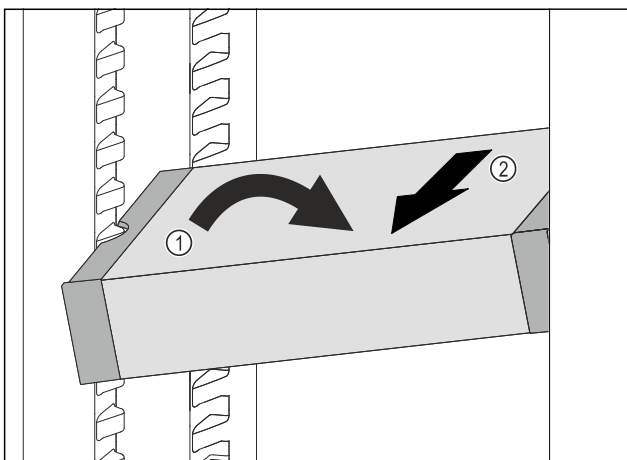

Fig. 66
- ▶ Встановити VarioSafe під кутом в охолоджувальному відділенні. Fig. 66 (1)
- ▶ Витягнути VarioSafe вперед. Fig. 66 (2)